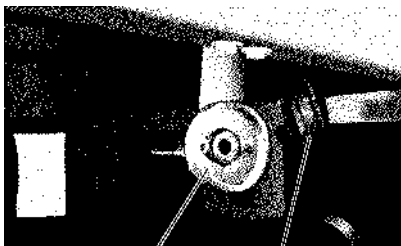
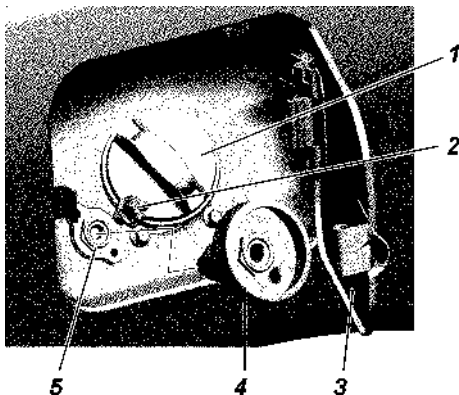

Рис. 20. Заправочное устройство для автомобилей УАЗ-236021, УАЗ-236022:
Рис. 21. Заправочный люк для автомобилей УАЗ-236321, УАЗ-236322:
2. Снимите заглушку 2 (рис. 20) с заправочного устройства (для автомобилей УАЗ-236021, УАЗ-236022).
3. Окройте крышку люка 3 (рис. 21). Снимите пробку бензобака 1 и пробку 2 с заправочного устройства 5 ввернув переходник в заправочное устройство 4 (для автомобилей УАЗ-236323, УАЗ-236324).
4. Присоедините муфту наполнительного шланга к заправочной горловине 1 (рис. 20) или переходнику 4 (рис. 21) и начните заполнение баллона.